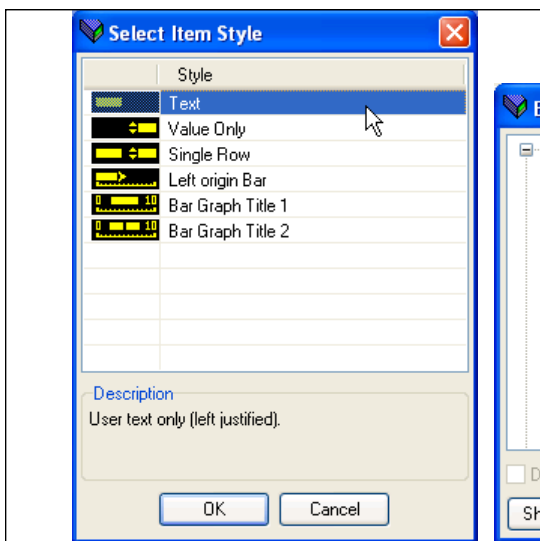

Figure 7.8.1a Fenêtre de sélection de style
2. Double-cliquer sur l'une des cellules dans « Promouvoir la liste de paramètres » pour afficher la fenêtre « Sélectionner le style de l'élément » (figure 7.8.1a).